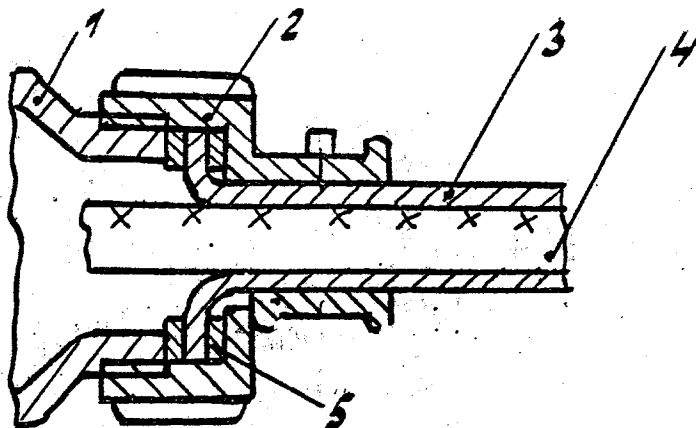

РИС. 17 Вариант 3 заделки хвостовика штепсельного разъема
- в) штепсельный разъем без экранированной гайки, с прижимными планками. Жгут имеет общий экран. Заделку произведите согласно рис. 17. Наличие уплотнительной резины под прижимными планками зависит от соотношения диаметров жгута и хвостовика ШР-а. Если жгут не будет иметь общего экрана будут отсутствовать шайбы заделки общего экрана.